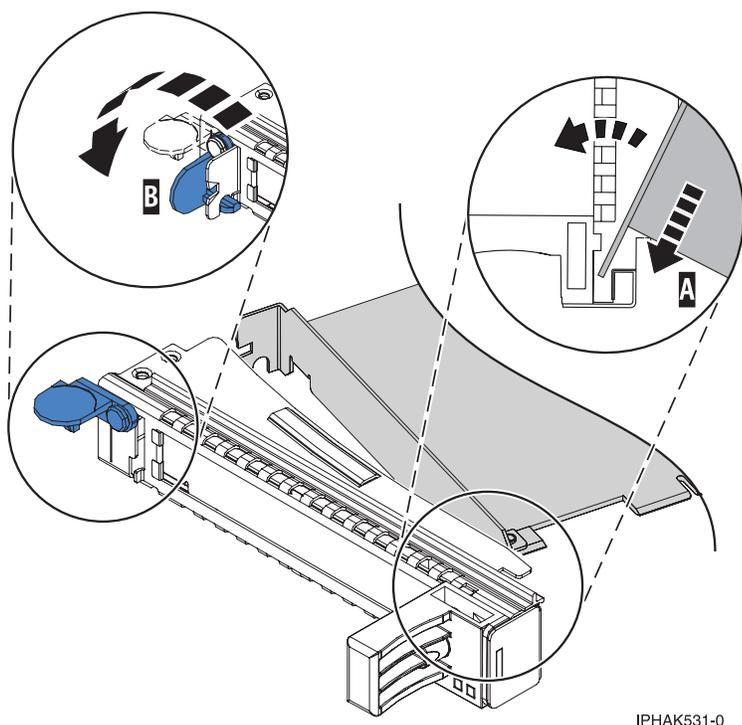

Figure 135. Retrait de la carte de la cassette de cartes PCI simple largeur
- a. Placez le levier de blocage de la contre-poupée en position ouverte, insérez fermement la carte dans le bloc de retenue (A). Voir figure 135, à la page 154.
c. Fermez le levier de blocage de contre-poupée (**B**). Voir figure 135.